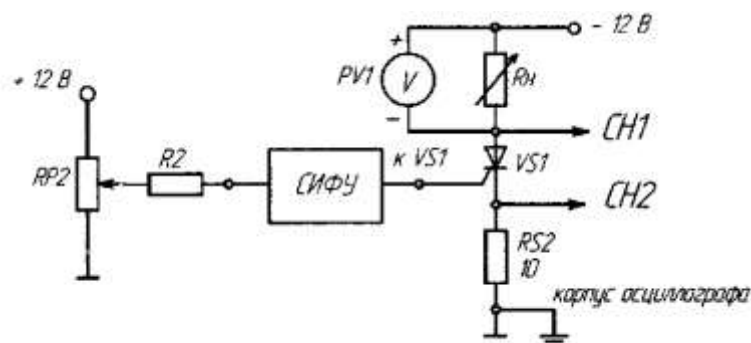

Рис. 1
1) Собрать схему управляемого выпрямителя по рис. 1. Подключить входы осциллографа. Переключатель развертки осциллографа перевести на временную развертку. Установить синхронизацию от сети;